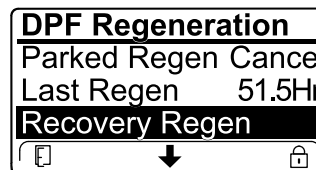

図 57
- エンジンコンピュータがリカバリ再生を要求していないのに、リカバリ再生 RECOVERY を選択することはできません。リカバリ再生はロックされ、施錠アイコン 図 57 がインフォセンターの右下に表示されます。